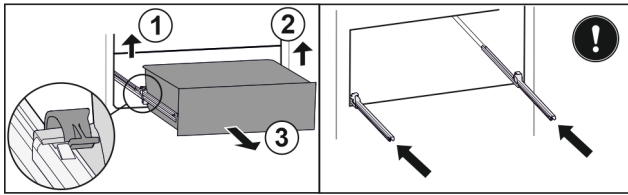

Fig. 117
- ▶ Linke Klemme anheben und gleichzeitig Schubfach links nach vorne ziehen. Fig. 117 (1)
- ▶ Rechte Klemme anheben und gleichzeitig Schubfach rechts nach vorne ziehen. Fig. 117 (2)
- ▶ Schubfach nach vorne entnehmen. Fig. 117 (3)